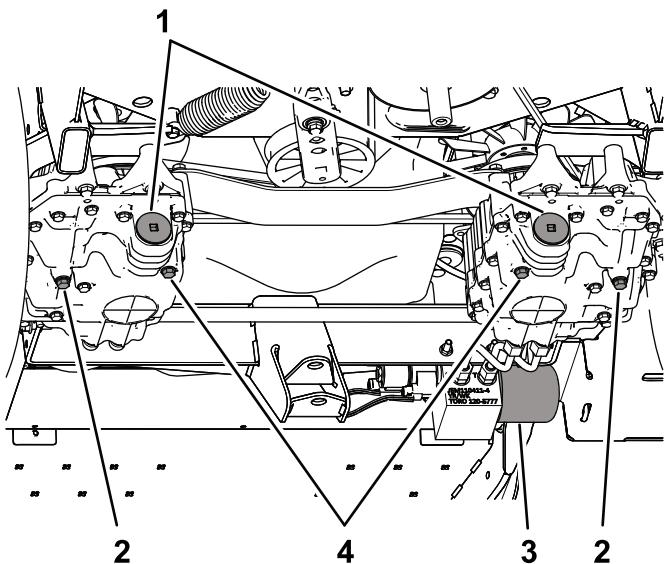

Figura 69
3. Retire el tapón de vaciado en el lado de la bomba y el tapón de vaciado en el lado de los engranajes (Figura 69) y deje que el aceite se drene completamente.